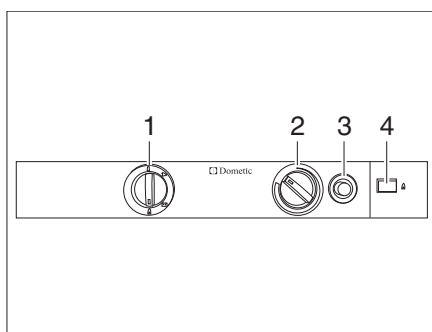

Bild 351 Reglage, knappar för kylskåpet (Dometic 8-serie)
- Ställ energiväljaren (Bild 351,1) i läge "▲".
- Tryck på vridregulatorn (Bild 351,2), vrid till högsta läge och håll den intryckt i detta läge. Vänta tills gasen strömmar till brännaren.
- Tryck på gaständningsknappen (Bild 351,3) och håll den nedtryckt. Tändning sker automatiskt.
- Håll gaständningsknappen (Bild 351,3) nedtryckt tills flamindikatorn (Bild 351,4) blir grön, släpp sedan upp vridregulatorn.
- Håll vridregulatorn (Bild 351,2) i ytterligare 10 till 15 sekunder, släpp den sedan.
- Ställ energiväljaren (Bild 351,1) i läge "↗".
- Ställ in kyltemperaturen med vridregulatorn (Bild 351,2).
- Ställ energiväljaren (Bild 351,1) i läge "⊞".